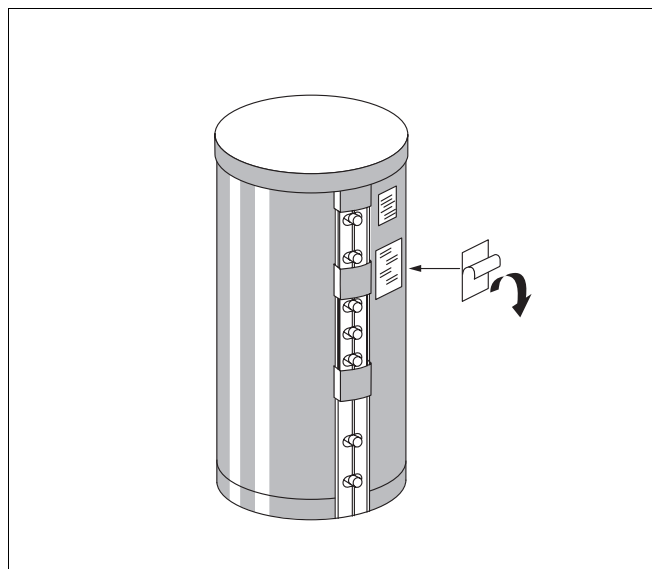

Рис. 9 Крепление фирменной таблички
- Снять с обратной стороны фирменной таблички защитную пленку и наклеить ее под уже существующей фирменной табличкой меньшего размера (рис. 9).